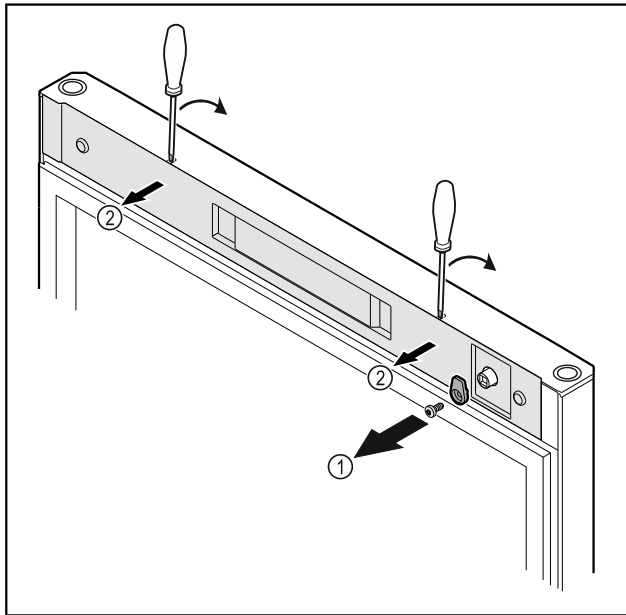

Fig. 9
- Schließhaken Fig. 9 (1) abschrauben.
- Abdeckung Fig. 9 (2) mit einem kleinen Schraubendreher ausrasten und abnehmen.